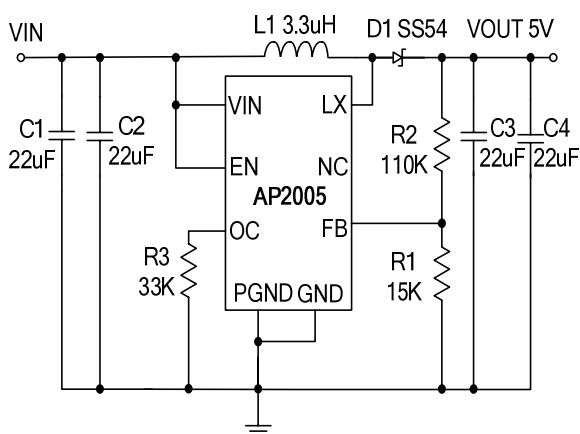

图 1 典型应用电路
**Electrical Characteristics** (Note 2)(VCC=3.3V, TA=25°C, 按照图1测试电路, 除非有其他说明。)